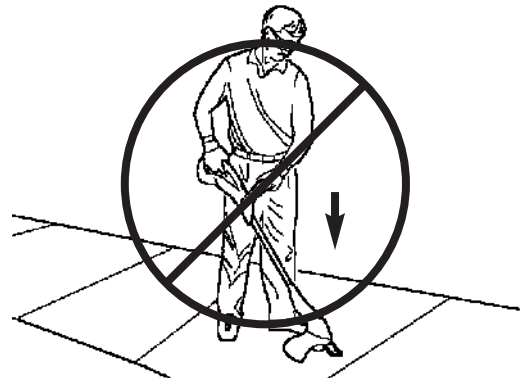

Fig. 16
- NE PAS HEURTER LE BETON AVEC LE COUPE-HERBE.** Cela risquerait d'endommager la tête de fil. (Fig. 16)